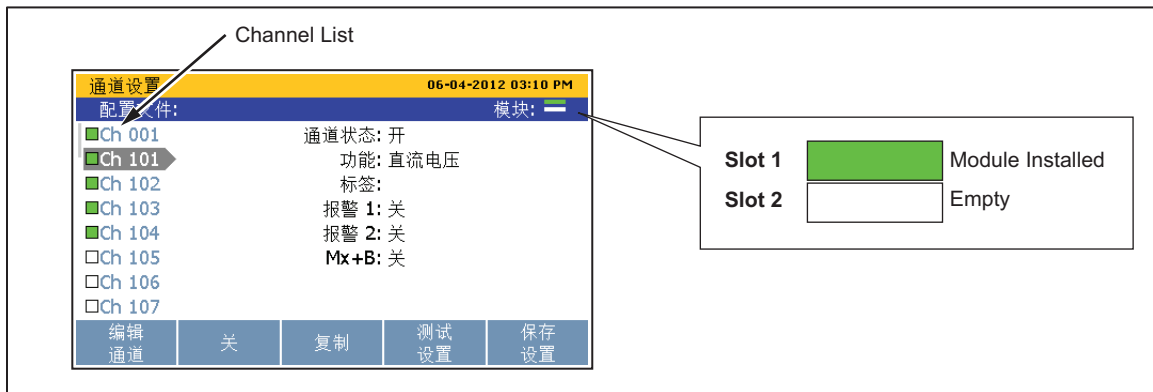

图 2-5.模块标识示例
4. 验证主屏幕上的模块标识呈现绿色（请见图 2-5）。
10. 验证主屏幕上的模块标识呈现绿色（请见图 2-5）。